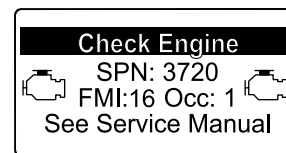

図 52
- エンジン警告 SPN 3720, FMI 16 図 52